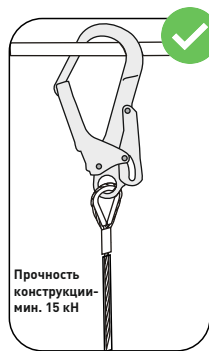
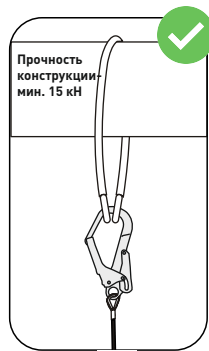

рис. 6
рис. 7
- Вторым карабином присоединитесь к конструкции напрямую (рис. 6) либо к анкерному устройству (например, к анкерной петле, рис. 7).